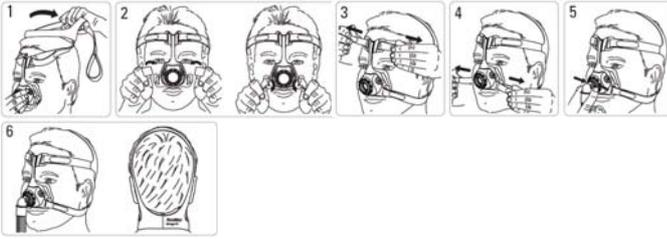

図1-装着方法
- (1) ヘッドギアの下段横ヒモを両方とも外した状態で、顔にしっかりとマスクを当て、ヘッドギアを頭からかぶる。
- (2) 両側の下段横ヒモが耳の下に来るようにして、マスクフレーム下部両端にあるクリップに掛ける。
- (3) ヘッドギアの上段横ヒモを固定するマジックテープを一旦外し、たるみなく快適な位置までストラップを均等に引いてから留め直す。このとき締めすぎに注意すること。
- (4) 下段横ヒモについても(3)と同様の手順を繰り返す。
- (5) エアチューブを接続したL字管を、L字管サイドタブを押しながらマスクフレームにはめ込む。
- (6) 最終的に図1の6のように装着する。ヘッドギアのラベルは必ず外側になるようにする。